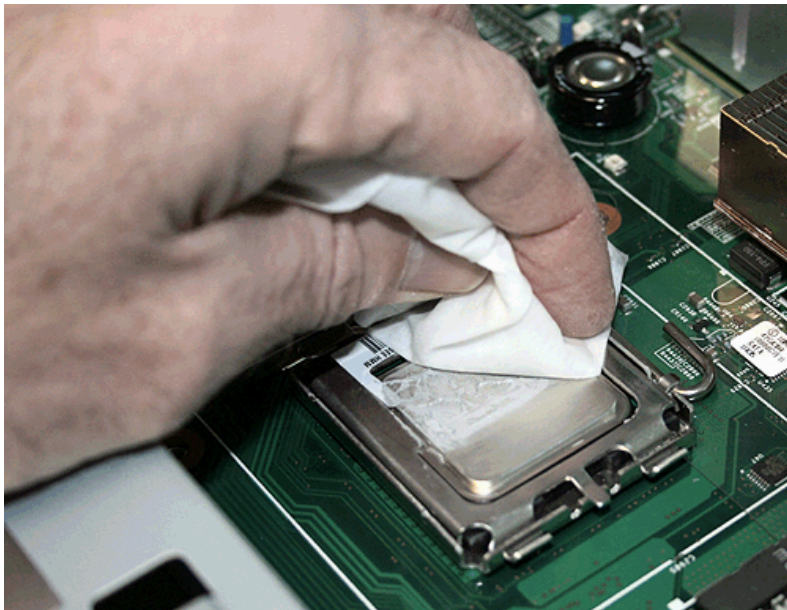

図 284. SAN ボリューム・コントローラー 2145-8G4 マイクロプロセッサからの熱伝導グリースの除去
14. 各マイクロプロセッサの上部の熱伝導グリースを、アルコール拭き取り布を使用して、きれいに除去します (図 284 を参照)。マイクロプロセッサを取り外す前に清掃しておくこと、取り扱いの作業量を軽減することができます。